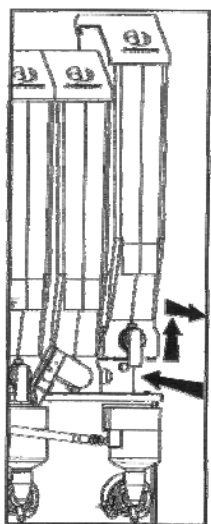

Рисунок 5.04.1
- Снимите контейнеры для растворимого продукта, которые расположены в блоке перемешивания (рисунок 5.04.1) и поместите их в чистое продезинфицированное место.